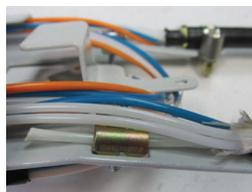

Рисунок 5
- 8 Завести силовой элемент в места для его крепления и закрутить винт (рисунок 5).